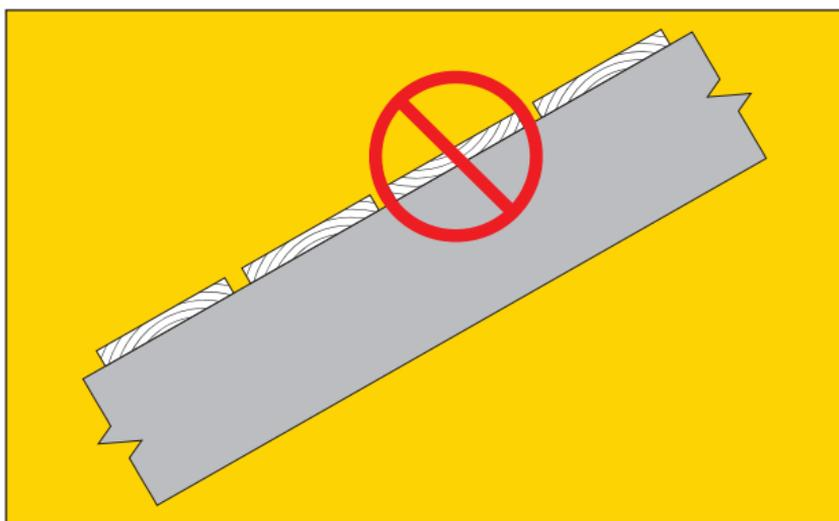

Рис. 4
**ВНИМАНИЕ:** при монтаже сплошного деревянного настила следует обратить внимание на то, чтобы фрагменты годовых колец были ориентированы выпуклостями вверх (рис. 4). При использовании влажной древесины окончания шпунтованных или обрезных досок с каждой стороны крепятся на два самореза.